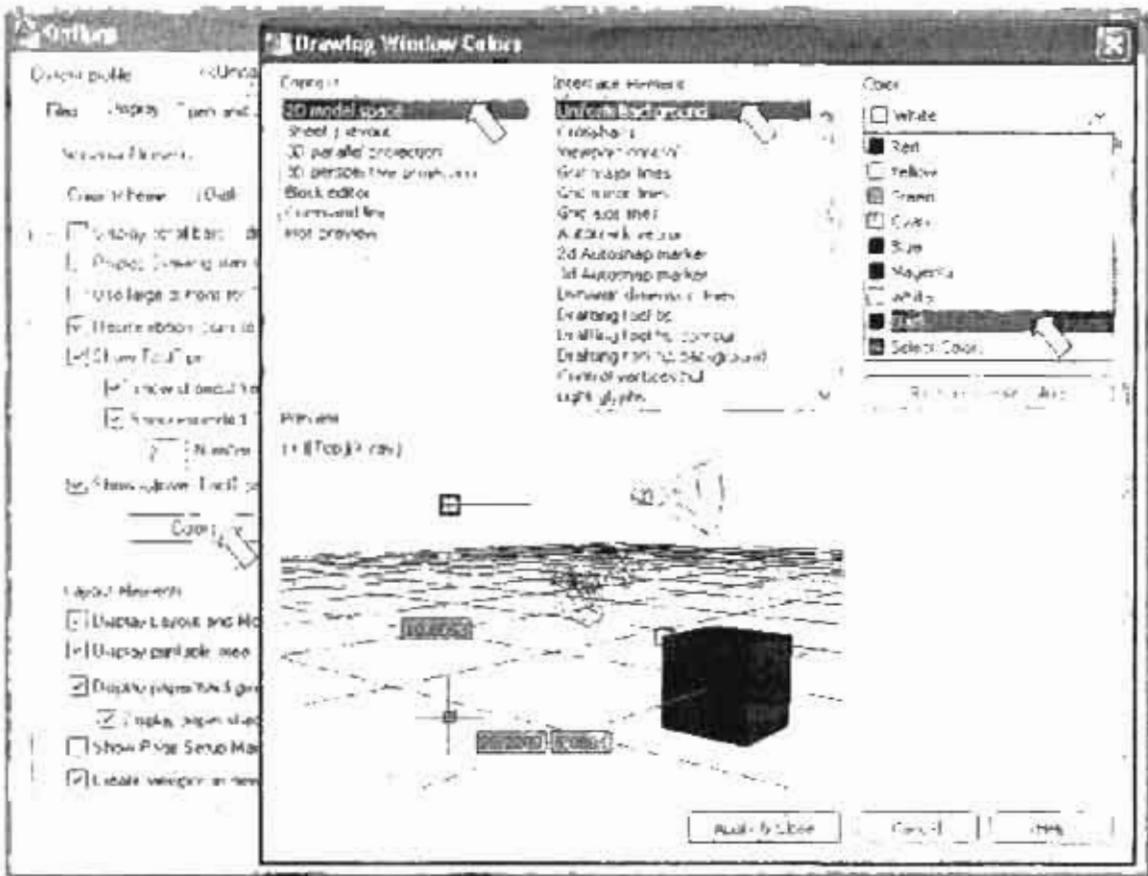

Рис. 1.30. Диалоговое окно для изменения цвета элементов окна программы.
По умолчанию рабочее окно программы имеет белый фон. Для изменения цвета окна на рекомендованный черный, нужно выбрать команду Options (Настройки) в командной строке внизу рабочего окна и на вкладке Display (Экран) щелкнуть на кнопке Colors (Цвета). Откроется диалоговое окно Drawing Window Color (Окно цветов чертежа) (рис. 1.30). В данном диалоговом окне можно установить цвет для каждого элемента экрана.
- 1 В списке **Context** (Контекст) выберите пункт **2D model space** (Пространство 2D модели) (см. рис. 1.30);